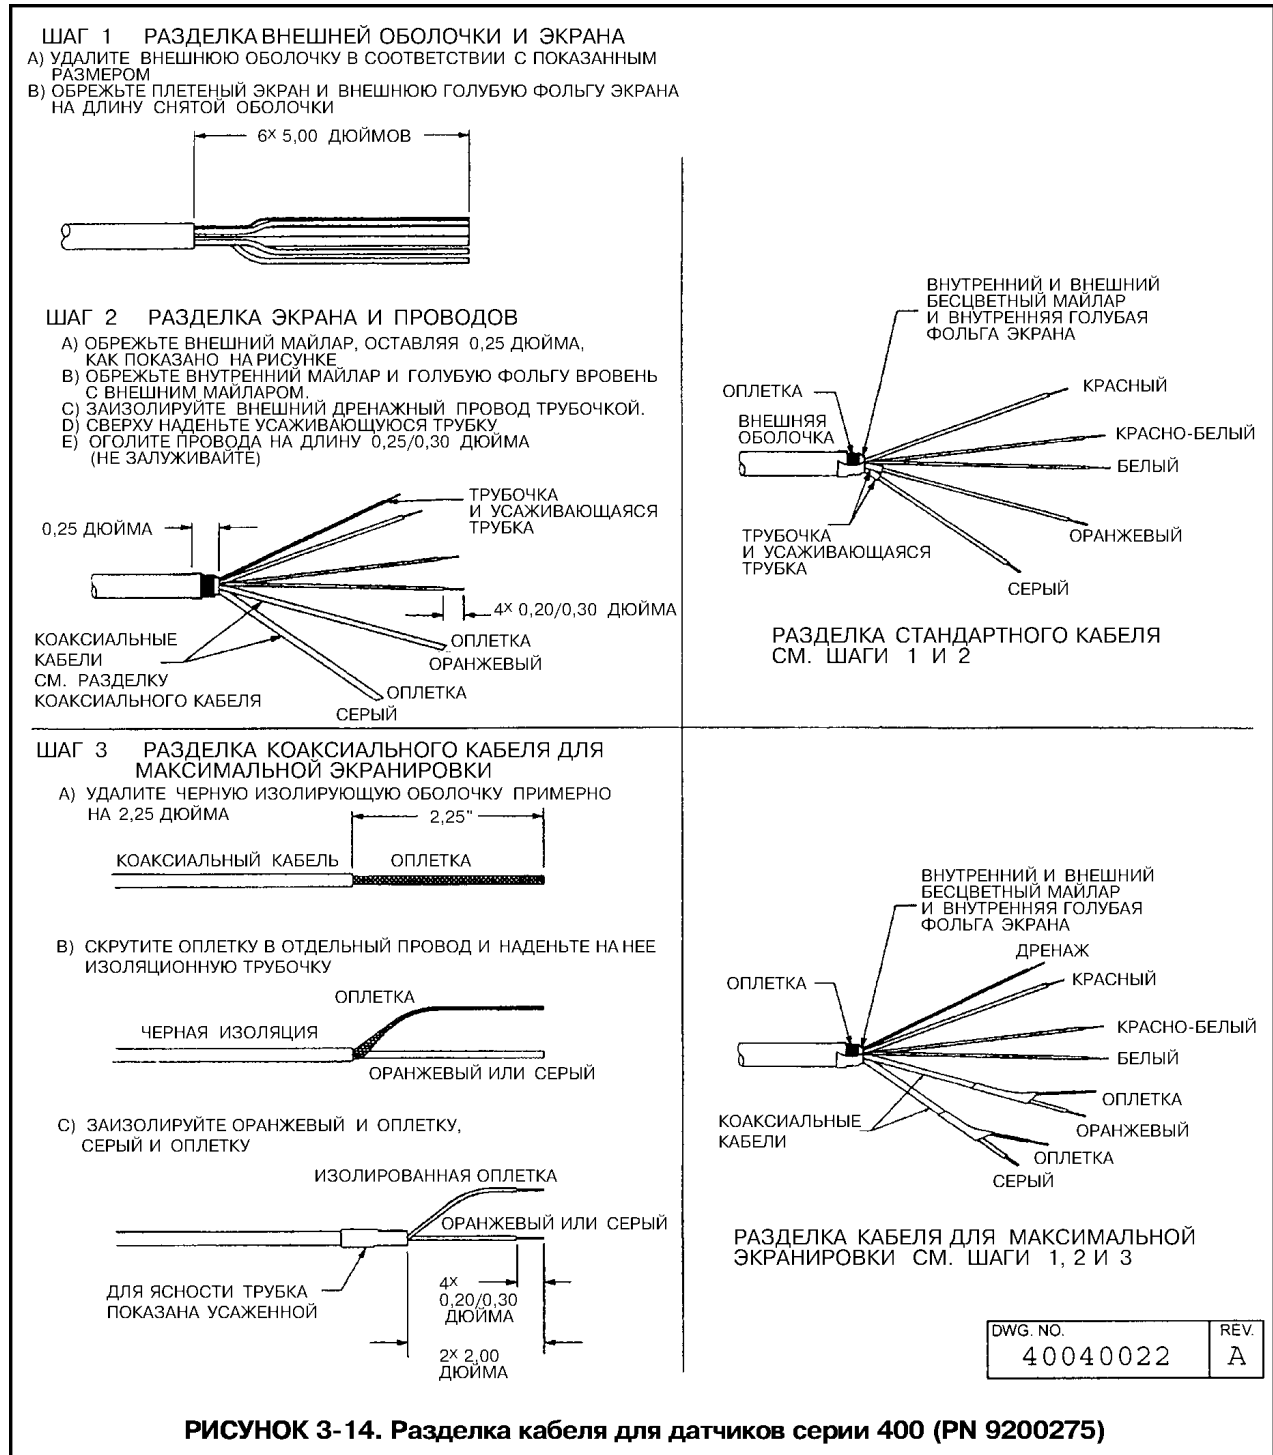

РИСУНОК 3-14. Разделка кабеля для датчиков серии 400 (PN 9200275)
- PN 9200275 Кабель с незаделанными концами. Относительно разделки кабеля см. рисунок 3-14